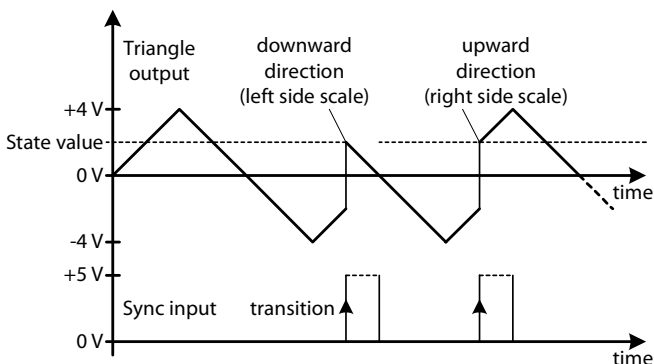

Abb. 6a State - Sync
Eine positive Überschreitung der Triggerspannung von ca. $+3\text{ V}$ an der Sync-**Buchse (11)** bewirkt ein einmaliges und schlagartiges Setzen der Dreiecksspannung auf den voreingestellten **State-Wert**, während der LFO ungehindert weiterschwingt. Die **Run/Set Buchse (15)** ist intern über einen Schaltkontakt mit $+5\text{ V}$ verbunden, so dass der Oszillator im Normalzustand frei schwingen kann. Ein eingestecktes Kabel, auch bei offenem Ende, bzw. angelegte 0 V bewirken ein dauerhaftes Setzen des Dreiecksausgangs auf den State-Wert, und zwar solange bis ein $+5\text{ V}$ Signal den Oszillator wieder freigibt. **Abb. 6a, 6b** veranschaulicht noch einmal die Auswirkungen von Sync und Run/Set im **freilaufenden LFO Modus**.